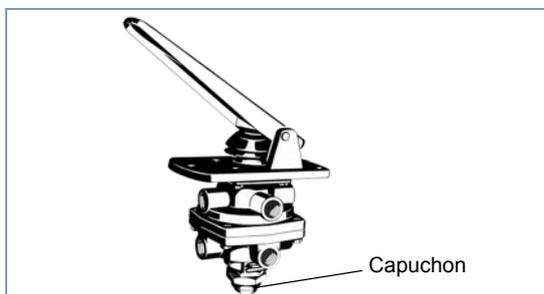

Fig. 8 Position du capuchon dans l'appareil
- Réglage de la pression avec le capuchon (voir fig. 8).